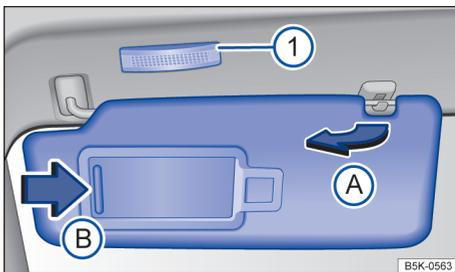

Fig. 99 No revestimento interno da parte dianteira do teto: para-sol.
- Podem ser extraídos do suporte e girados até as portas → Fig. 99 (A).
Ao deslocar a tampa → Fig. 99 (B), é acesa a luz → Fig. 99 (1).